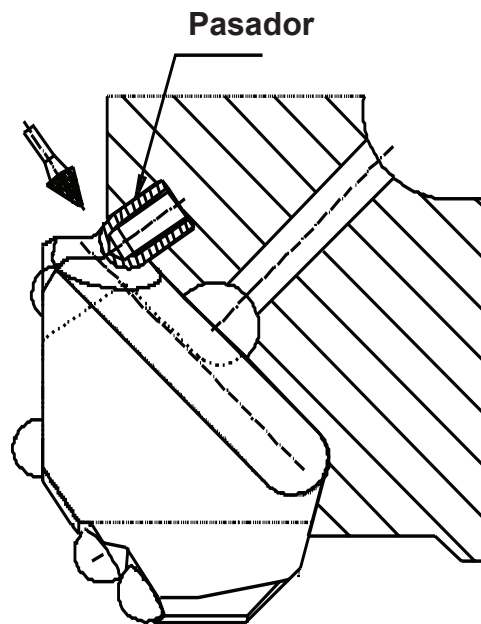

Figura 2. Cortando el domo del Pasador
1. Ubique los Pasadores de acero hacia el centro de la broca en el fondo de la cara inclinada del bolsillo del guiador. Estos Pasadores impiden que se caigan las alas cuando están retractadas. Utilizando un taladro de mano con una piedra de pulido o un cortador aplane el domo. **(Figura 2)**. (En muchas brocas, el Pasador ya tendrá un orificio en el centro, que será expuesto lijando el domo del Pasador. Si este es el caso proceda al paso #3.)